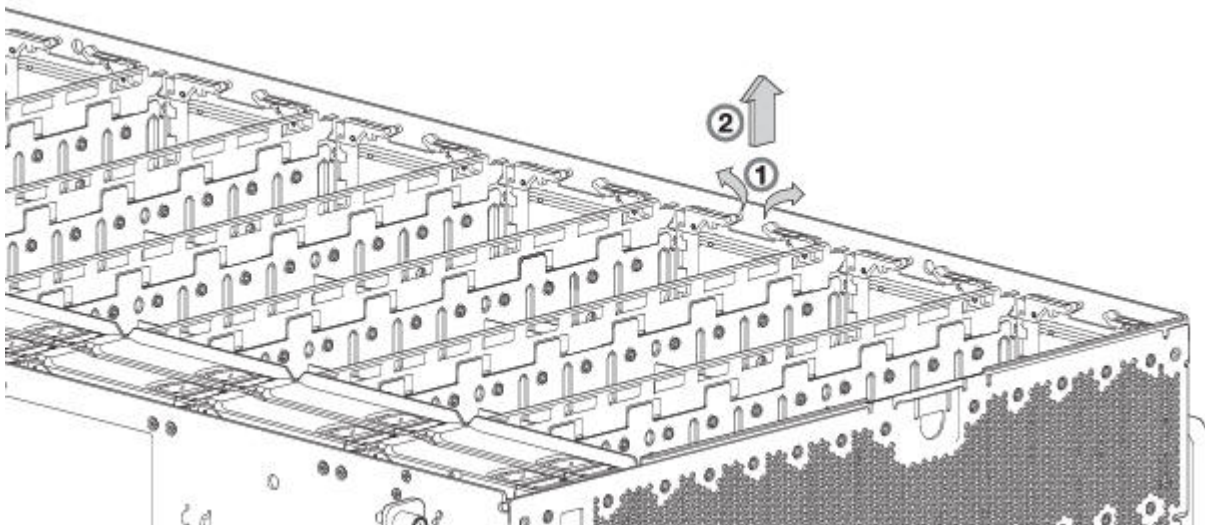
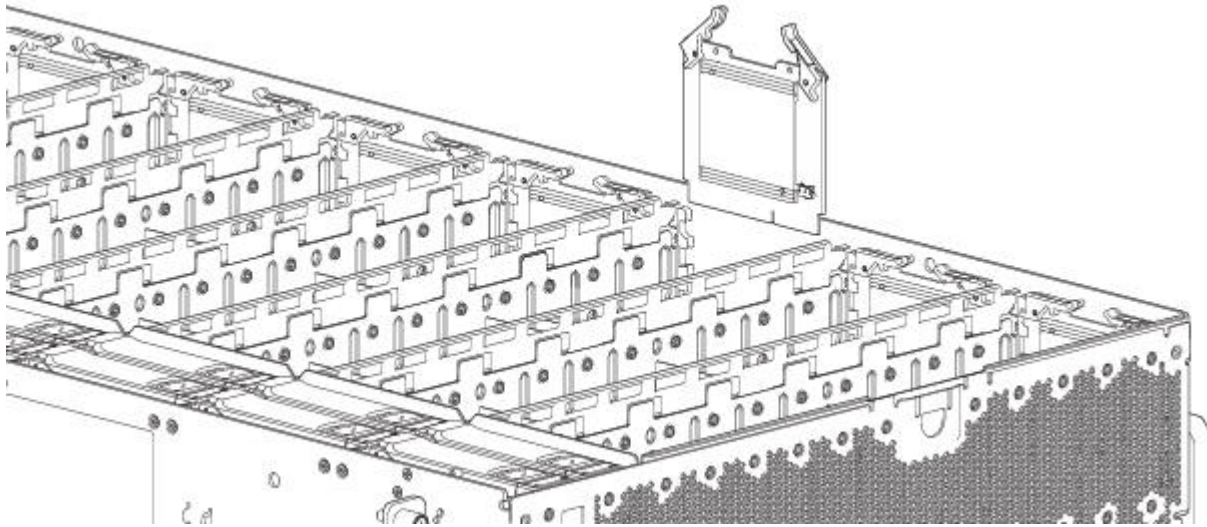

Figura 68. Extracción de un expansor HS (1 de 2)
Figura 69. Extracción de un expansor HS (2 de 2)
2. En el expansor HS defectuoso, sujete cada uno de los dos brazos oscilantes de plástico con los dedos pulgar e índice como se muestra en la Figura 68.
3. Gire cada brazo oscilante hacia arriba para liberar la portadora PCBA de la ranura como se muestra en Figura 69 en la página 83.
Consulte Figura 68 en la página 82 y Figura 69 al realizar este procedimiento, pero ignore la flecha direccional dado que insertará el módulo en la ranura, en lugar de extraerlo.